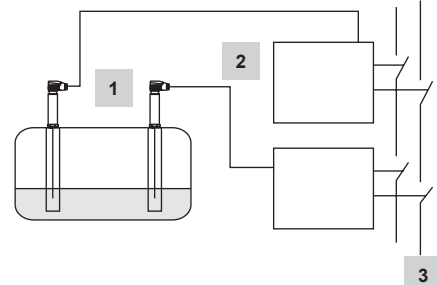

Fig. 10
**Fig. 10** Gruppo formato da 2 sonde di livello LP40 e 2 unità di controllo LCS3050 che funge da limitatore di livello. Il controllore apre due circuiti di sicurezza indipendenti. Sicurezza funzionale IEC 61508, SIL 3. Ulteriori applicazioni in conformità alle normative nazionali